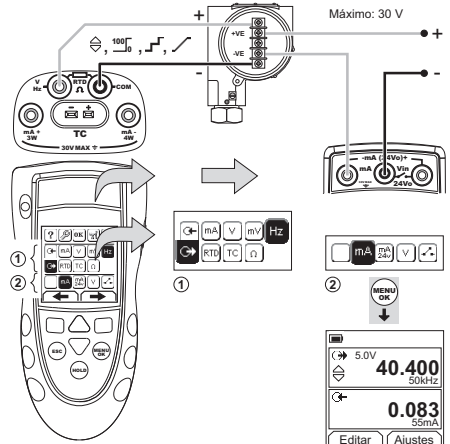
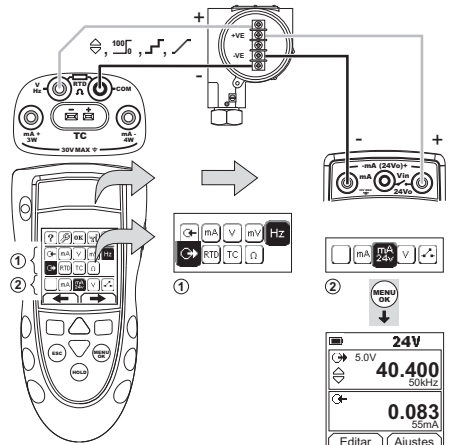

Figura 10: Exemplo de configuração: calibração de transmissor com alimentação em loop externo
Figura 11: Exemplo de configuração: calibração de transmissor com alimentação em loop interno
1. Conecte o instrumento (Figura 10 e Figura 11) e, se necessário, ajuste a Configuração (Tabela 1).